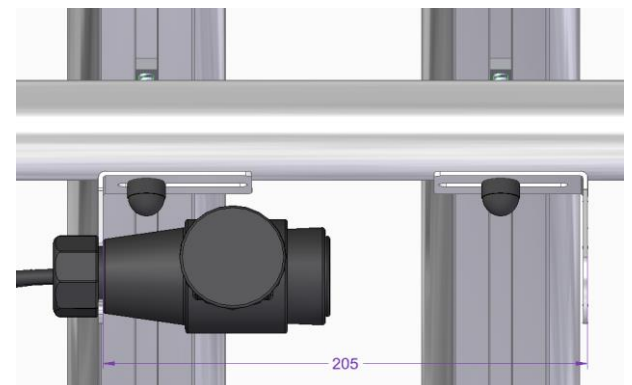

Abbildung 19
Nachdem die Beleuchtungsleiste montiert wurde, können Sie den Kabelbaum mit grünem und gelben Bajonettstecker an den Leuchten anschließen. Stecken Sie den gelben Bajonettstecker in die Leuchte mit Nebelschlusslicht auf der Fahrerseite und den Grünen in die Leuchte mit Rückfahrlicht auf der Beifahrerseite ein. Klippen Sie das Kabel in die Stangenhalter (21) und heben Sie den 13-poligen Stecker an das Auslegerrohr für die ungefähre Montageposition der Halter (6). Um die Halter (6) zu befestigen, lösen Sie die Schrauben, mit denen die Fahrradschiene, der Kunststoff-Clip, die Einlegewanne oder die Gepäckbox befestigt ist. Halten Sie den Halter (6) erneut an die ungefähre Position von und montieren Sie ihn mit der Unterlegscheibe und Schraube, mit der gleichen Schraube, die Sie davor gelöst haben (6Nm). Tragen Sie vor dem Verschrauben Schraubensicherungslack auf das Gewinde der Schrauben auf! Falls diese Schraube zu kurz sein sollte, verwenden Sie die nächst-längere Schraube, die im Lieferumfang enthalten ist (10 oder 11 oder 12 oder 13). Montieren Sie nun den anderen Halter im Abstand von ca. 205 mm (Beispielbild Abb. 19).